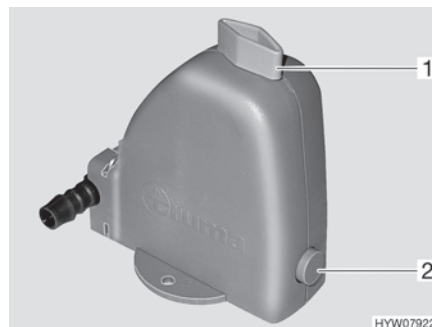

Bild 96 Sicherheits-/Ablassventil
Die Heizung ist mit einem Sicherheits-/Ablassventil (Bild 96) ausgestattet. Das Sicherheits-/Ablassventil verhindert, dass Wasser für die Warmwasser-Bereitung einfriert, wenn bei Frost die Heizung nicht eingeschaltet ist.
- Sicherheits-/Ablassventil schließen. Dazu den Drehknopf (Bild 96,1) quer zum Sicherheits-/Ablassventil drehen und den Druckknopf (Bild 96,2) hineindrücken.
- Sicherheits-/Ablassventil öffnen. Dazu den Drehknopf (Bild 96,1) längs zum Sicherheits-/Ablassventil drehen. Der Druckknopf (Bild 96,2) springt heraus. Der Brauchwasser-Behälter wird über das Sicherheits-/Ablassventil nach außen entleert.